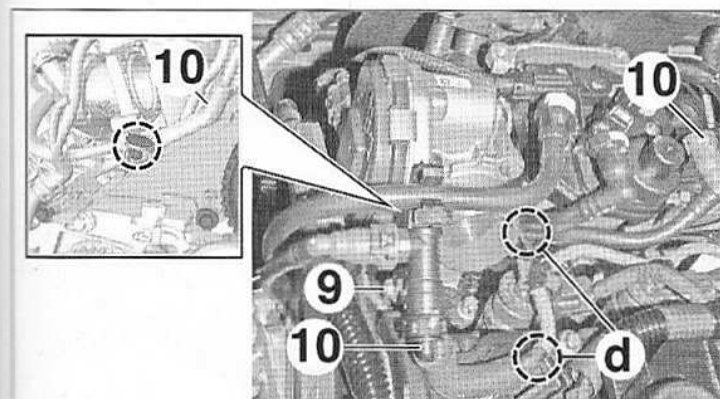

FIG.101
- Libérer les canalisations de carburant en (d) (Fig.101).
- Déposer la vis (9).
- Débrancher, dégrafer et écarter les canalisations de retour de carburant (10).